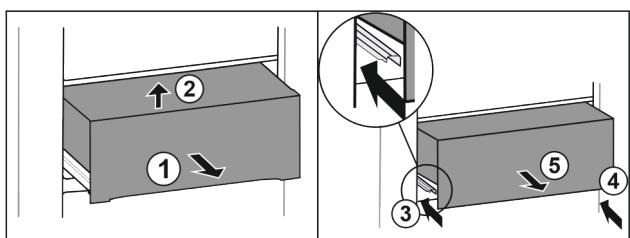

Fig. 28
- Izvucite ladicu na pola Fig. 28 (1).
- Podignite sprijeda Fig. 28 (2).
- Gurnite lijevu vodilicu Fig. 28 (3).
- Gurnite desnu vodilicu Fig. 28 (4).
- Izvadite ladicu prema naprijed Fig. 28 (5).